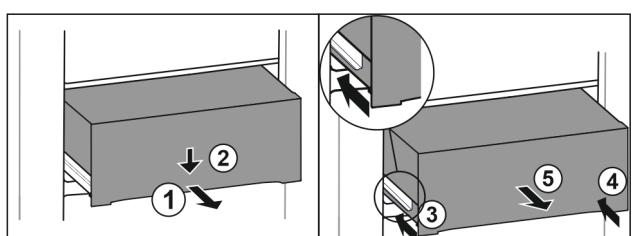

Fig. 81
- ▶ Вытяните выдвижной ящик наполовину. Fig. 81 (1)
- ▶ Вдавните выдвижной ящик в передней части вниз. Fig. 81 (2)
- ▶ Задвиньте левую направляющую прим. на 2 см. Fig. 81 (3)
- ▶ Задвиньте правую направляющую прим. на 2 см. Fig. 81 (4)
- ▶ Извлеките выдвижной ящик движением вперед. Fig. 81 (5)